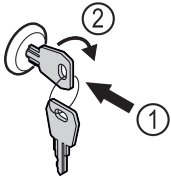

Fig. 105
- ▶ Vajutage võti sisse Fig. 105 (1).
- ▶ Keerake võtit 90° päripäeva Fig. 105 (2).